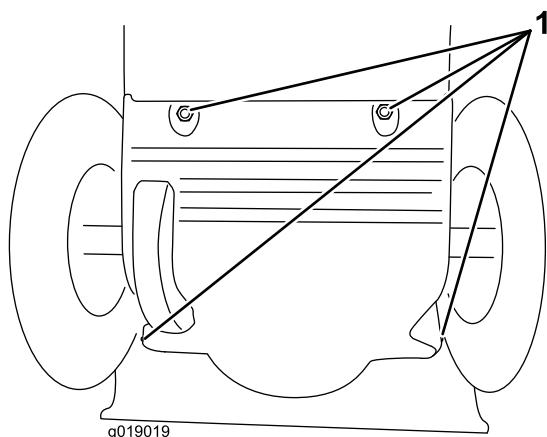

Figure 43
3. Retirez les 4 vis qui fixent le couvercle inférieur au cadre et déposez le couvercle (Figure 43).